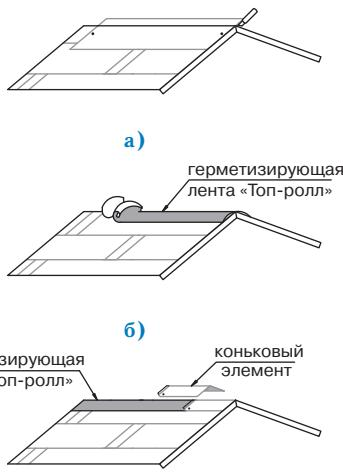

Рис. 4
Конек (рис. 4)
- верхний ряд черепицы ПРЕСТИЖ КОМПАКТ ЦИНК-ТИТАН доводится до линии конька (ребра), выступающие части листов обрезаются (рис. 4а);
- линии коньков и ребер герметизируются специальной самоклеящейся лентой «Топ-ролл» (рис. 4б);
- далее устанавливаются внахлест специальные коньковые элементы (направление укладки по преимущественному направлению ветра). Каждый коньковый элемент плотно прижимается к основанию кровли и фиксируется двумя гвоздями из нержавеющей стали длиной 35 мм, которые перекрываются следующим коньковым элементом (рис. 4в).